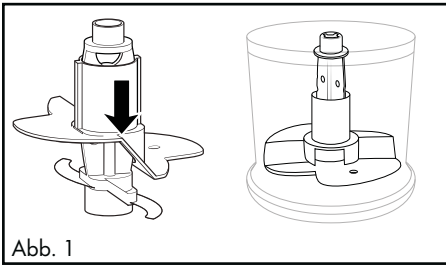

Abb. 1
- Für 100 ml Sahne stecken Sie sie so auf den Messereinsatz **5**, dass die Emulgierscheibe **10** auf beiden Messern **7** aufliegt und einrastet (Abb. 1):